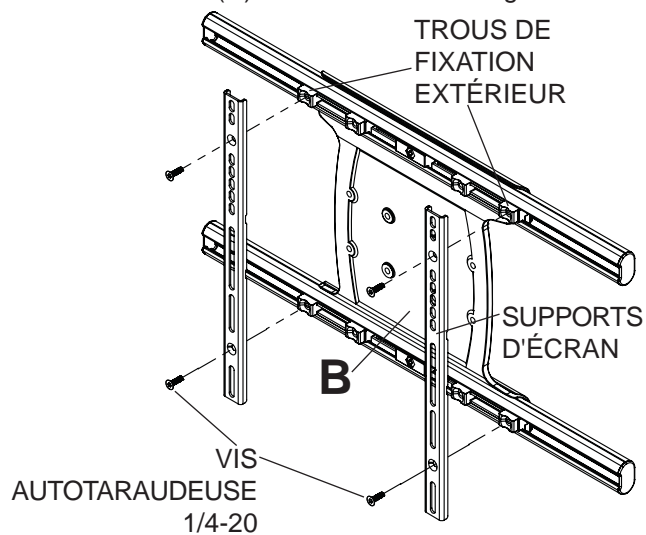

fig. 4.1
- 4** Retirez quatre vis 1/4-20 x 0,6 po à l'aide d'une clé hexagonale de 5mm (I) et desserrez deux vis 1/4-20 x 1,25 po d'un demi-tour pour permettre le réglage du support de l'écran.
- 4-1** À l'aide d'une clé hexagonale de 5mm (I), retirez les quatre vis autotaraudeuse 1/4-20 pour détacher les supports d'écran du support adaptateur universel (B) comme illustré à la figure 4.1. Réinstallez les quatre vis autotaraudeuse 1/4-20 pour fixer les supports d'écran aux trous de fixation intérieurs du support adaptateur universel (B) comme illustré à la figure 4.2.